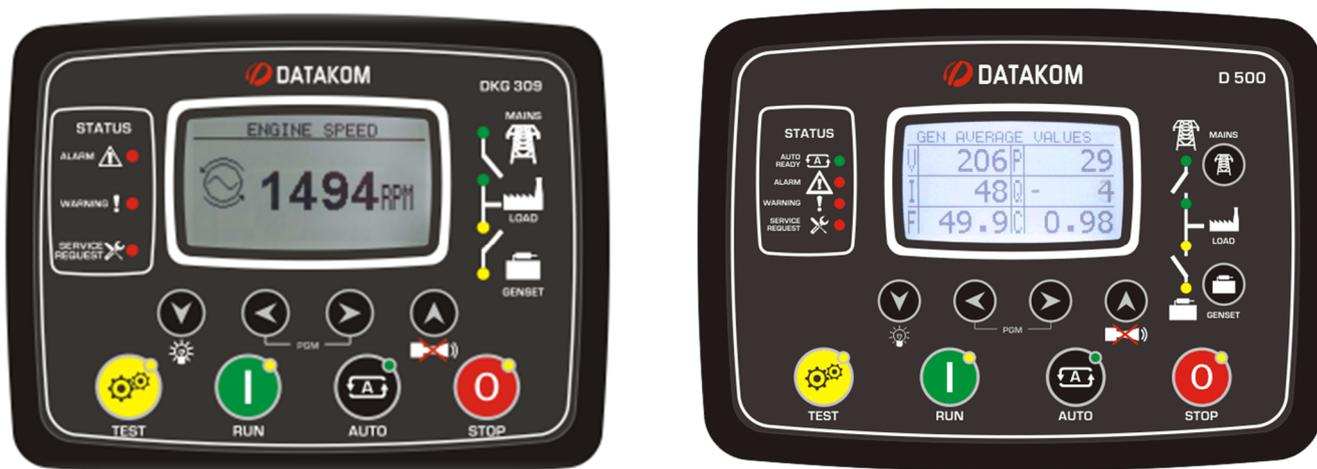

Рис. 5.
**9.1.2. Идентификация:** модель контроллера указана в верхнем правом углу, номер системы управления указан на правом боку щита панели управления [Рис. 5].